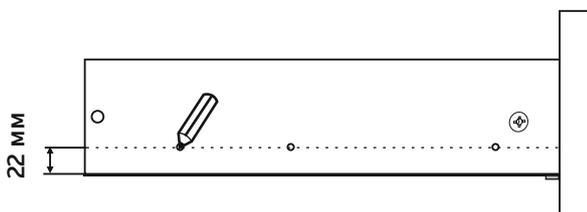

Рис.9
- 1. Провести** линию карандашом на боковых стенках ящиков (левых, п.7 (4 шт) и правых, п.8 (4 шт)), соединив существующие накладки. При этом, расстояние от нижней кромки боковых стенок ящиков до линии должно быть одинаковым (см. рис.9)